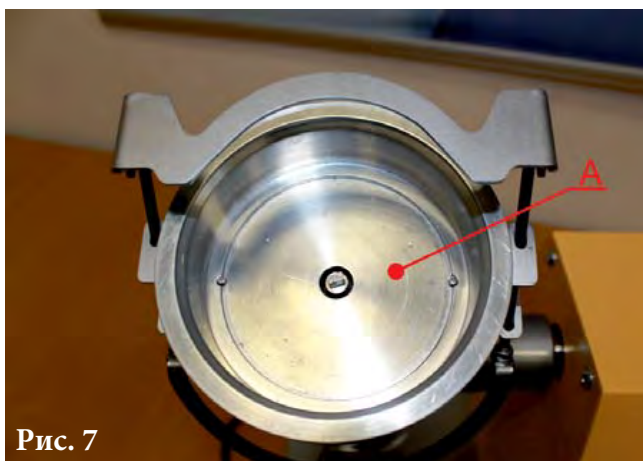

Рис. 7
**Дно камеры содержать в чистоте ! (поверхность А, рис.7)**